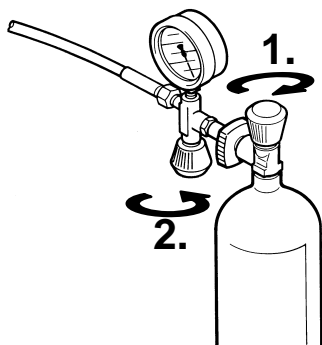

Abb. 10 Désaccouplement de la bouteille
- Enlever la bouteille, voir Abb. 10.